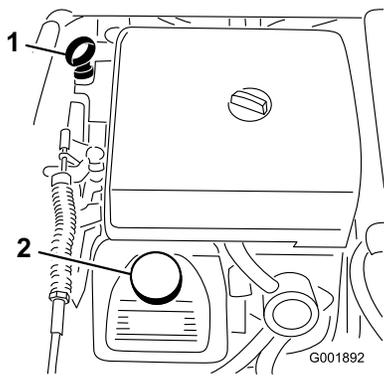

Bild 49
2. Nehmen Sie den Peilstab heraus und wischen Sie ihn mit einem sauberen Lappen ab (Bild 49). Stecken Sie den Peilstab in das Rohr und stellen Sie sicher, dass er vollständig eingeführt ist. Nehmen Sie den Peilstab heraus und prüfen Sie den Ölstand.
3. Wenn der Ölstand niedrig ist, nehmen Sie den Deckel des Einfüllstutzens von der Ventilabdeckung ab (Bild 49) und füllen Sie Öl auf, bis der Ölstand die Vollmarke am Peilstab erreicht. Gießen Sie Öl langsam ein und prüfen Sie den Ölstand häufig während des Füllens. Füllen Sie nicht zu viel ein.
8. Gießen Sie ungefähr 80 % der angegebenen Ölmenge langsam in den Öleinfüllstutzen (Bild 49).